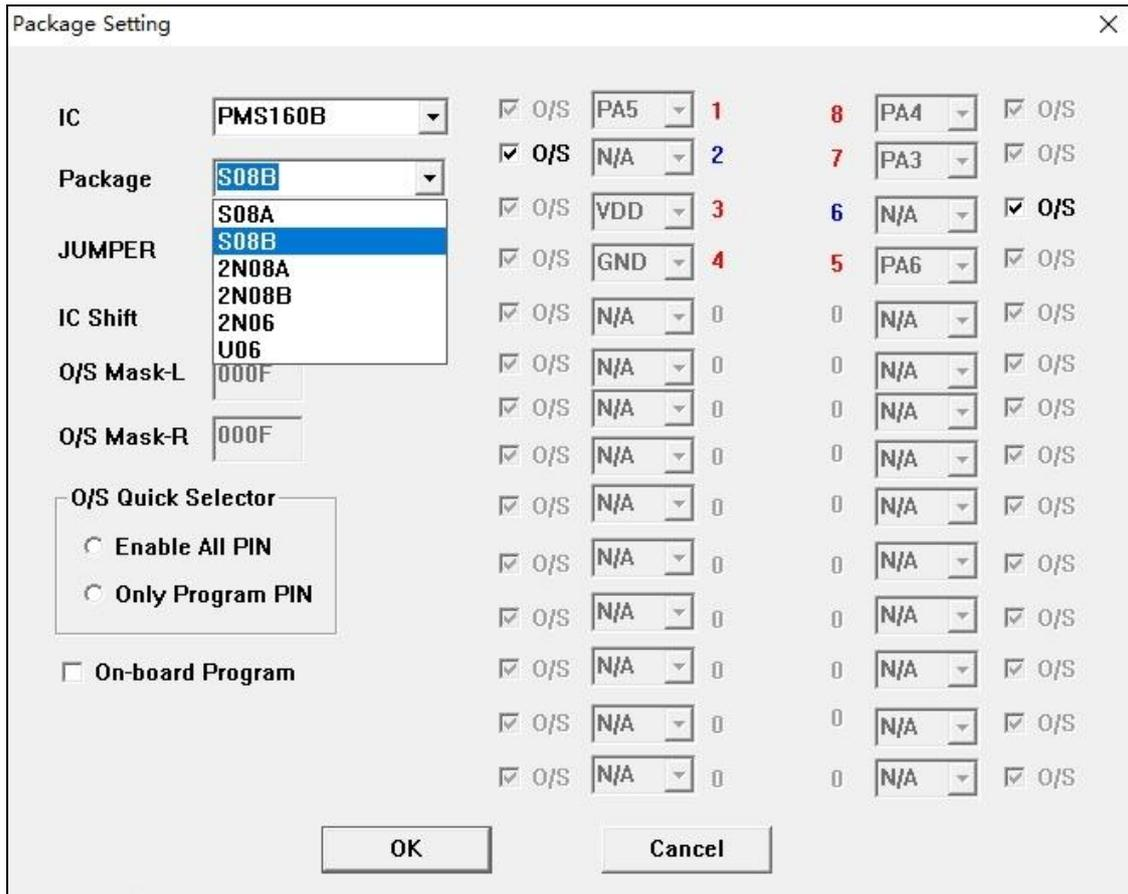

图 28: PMS160B-S08B 在 P-003B 转档配置
- (1). 使用 5S-P-003B 烧录 PMS160B 时，只有 S08A 封装是烧录器背面 jumper 插 JP2 位置，正面烧录插座往下空移 4 格，即可烧录。而其他封装都需要转档，使用 Jumper7 跳线。接下来以 PMS160B-S08B 的烧录为例，其他封装需对应修改“package setting”界面和 Jumper7 跳线方法即可。封装设置如图 28 所示：